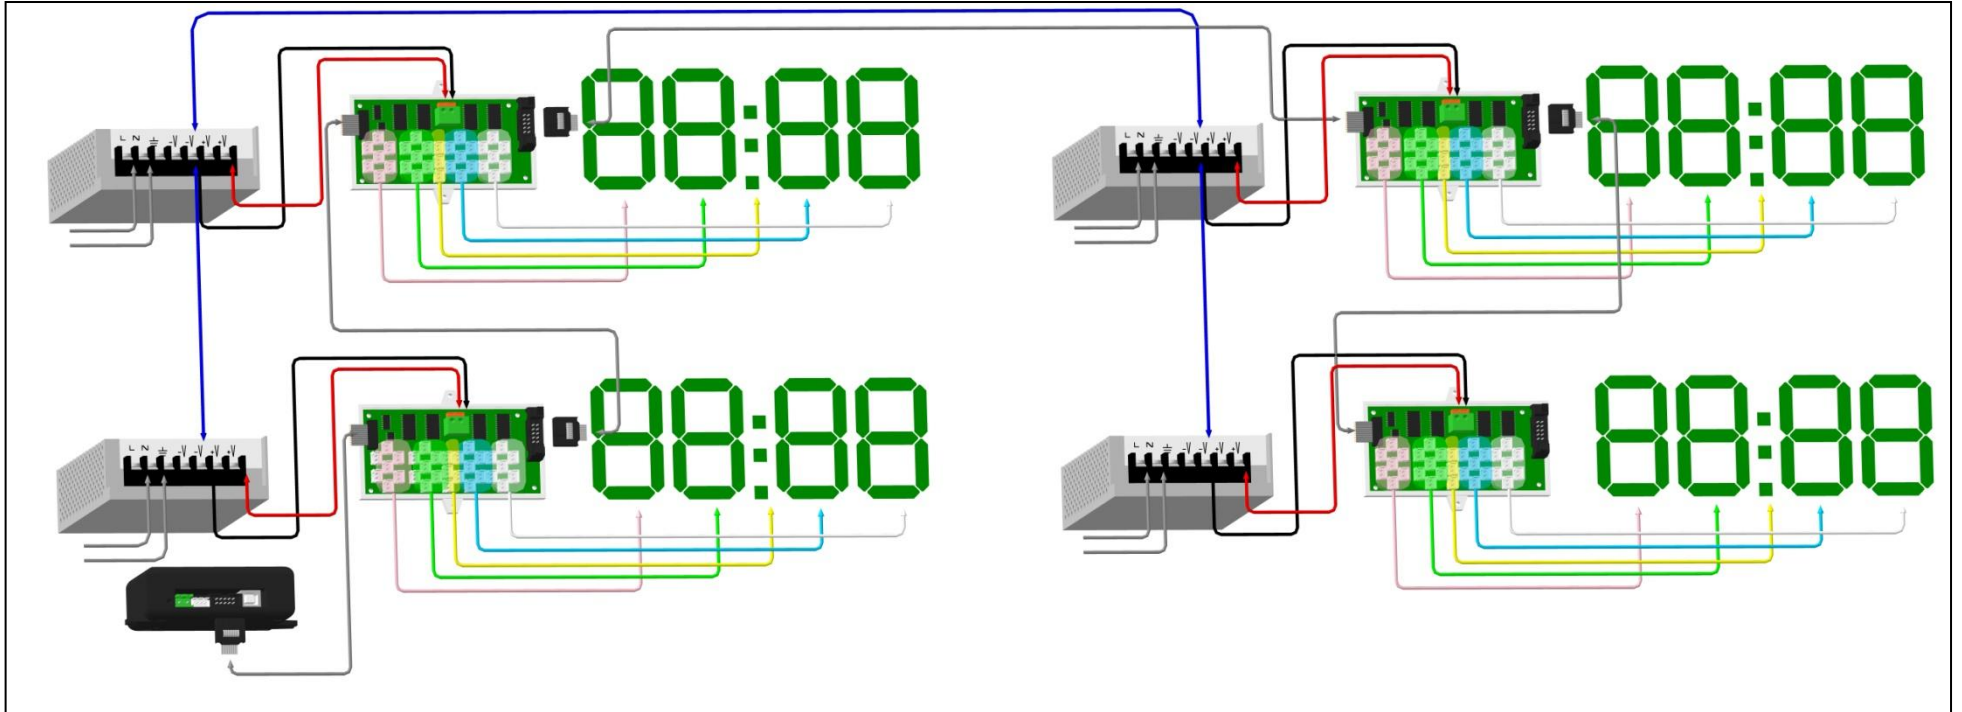

Рис.2 Общая схема подключения табло АЗС.
4. На каждое окно устанавливается блок питания (БП) не менее **95 Вт на 12 V**. С БП подается питание на драйвер (стрелки красного и черного цвета рис.2). Внимание: Не забудьте соединить между собой все минусовые клеммы БП проводом не менее 1,5 мм (стрелки синего цвета рис.2).